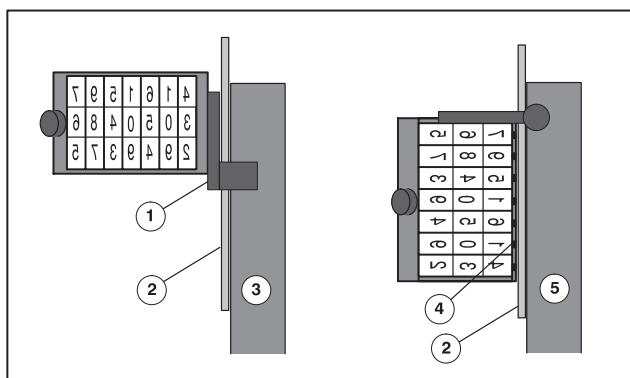

Рис. 11 Юстировка кулачков переключения
Боковое расстояние между нумератором и кулачком переключения определяется с помощью **установочного шаблона** (Рис. 11/②, специальная принадлежность) (1,25 мм, установочный шаблон фирмы Ляйбингер, № 329.422). Эту настройку следует производить очень внимательно, чтобы **избежать повреждений**.
- **Продольные нумераторные головки:** между рукояткой переключения (Рис. 11/①) и кулачком переключения (Рис. 11/③) должно быть расстояние 1,25 мм.
- **Поперечные нумераторные головки:** между задней стороной захвата (Рис. 11/④) и кулачком переключения (Рис. 11/⑤) должно быть расстояние 1,25 мм.